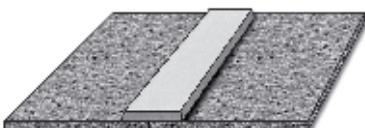

Fig. 3
- 10.12 Appliquez une perle continue de colle le long de toute la partie à coller. **Fig. 3**. Renforcez la longueur des joints et placez fermement les morceaux l'un contre l'autre de manière à ce qu'une perle régulière de colle sorte du joint.
- 10.16 Les joints bout à bout standard resteront le maillon faible de l'assemblage. Pour renforcer le joint, il faut donc renforcer le dessous avec une chute de HI-MACS®. **Fig. 3**. Si le joint risque d'être affecté par la chaleur, il est nécessaire de couper en biais (45°) les bords de la bande renforcée sur toute la longueur du joint, de placer une couche de colle au dos de la bande et, pour finir, d'ôter l'excès de colle, jusqu'à ce que la bande soit lisse.